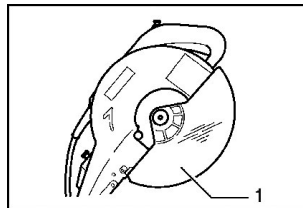

Рисунок 4
- При опускании пилы, защита пильного диска (1) поднимается автоматически, когда пиление будет окончено, возвратная пружина вернет защитный кожух в исходное положение (рисунок 4).